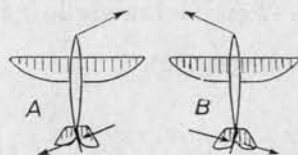

Fig. 8.
- b) spostato a sinistra, il modello vira a sinistra (fig. 8).